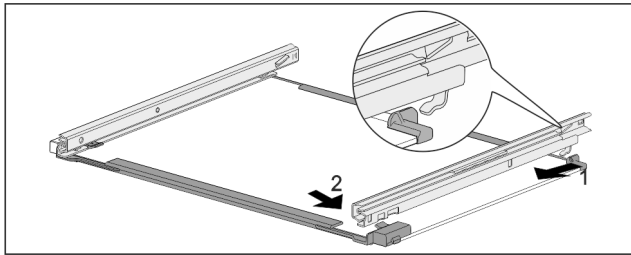

Fig. 111 Tablette en verre avec rails
- ▶ Accrocher le rail à l'arrière. Fig. 111 (1)
- ▶ Accrocher le rail à l'avant. Fig. 111 (2)